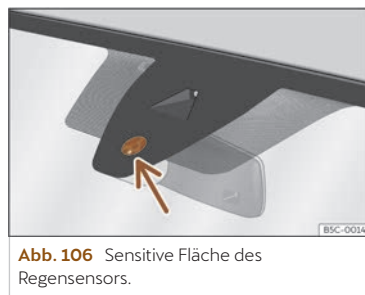

Abb. 106 Sensitive Fläche des Regensensors.
Mögliche Ursachen für Störungen und Fehlinterpretationen im Bereich der sensitiven Fläche >>> (Abb. 106) des Regensensors sind u.a.:
- **Schmutz:** Trockener Staub, Wachs, Scheibenbeschichtungen (Lotuseffekt) oder Waschmittelrückstände (Waschstraße) können den Regensensor tendenziell unempfindlicher machen oder später, langsamer oder gar nicht mehr reagieren lassen. Die Sensorfläche des Regensors >>> (Abb. 106) (Pfeil) regelmäßig reinigen und die Scheibenwischerblätter auf Beschädigungen prüfen.